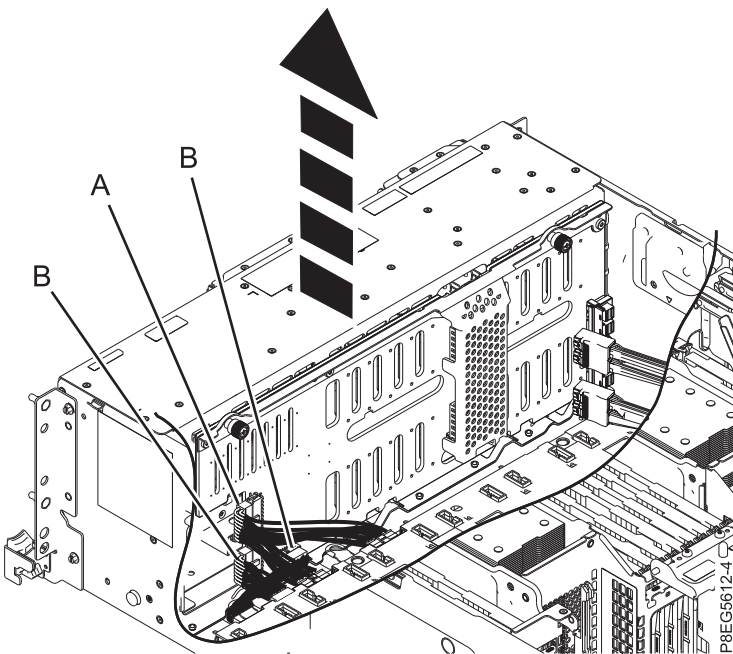

Abbildung 15. Abziehen der Netzkabel, Signalkabel und Steuerkonsolenkabel von der Plattenlaufwerksrückwandplatine
5. Beschriften Sie das Y-Netzkabel (**A**) sowie die Signalkabel und die Steuerkonsolenkabel (**B**) und ziehen Sie sie von der Plattenlaufwerksrückwandplatine ab (siehe Abb. 15).